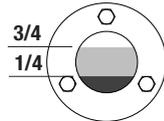

figura 1
- adagiare su un piano orizzontale il compressore e verificare che il livello del lubrificante sia tra 1/4 e 3/4 della spia di livello (vedi figura 1)